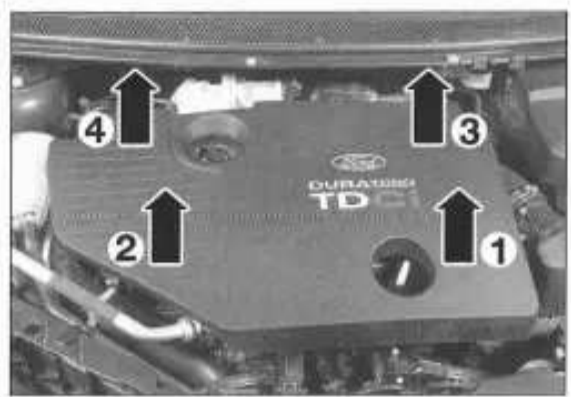

FIG. 8
Desmontar la tapa con precaución para no deteriorar el cableado del captador de presión absoluta que se sitúa cerca del 4º clip (fig. 8).
- Desmontar la tapa del motor con precaución y respetando el orden de desmontaje (ver **fig. 8** "Distribución").